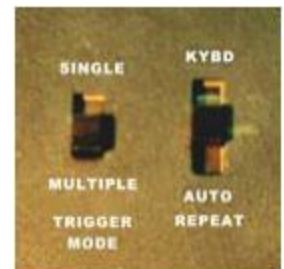

Figura 13-8: El modo de disparo y los interruptores de repetición.
- Cuando este interruptor de tres posiciones (**Figura 13-8**) está en la posición central, el teclado emitirá una señal de disparo, que es lo que se espera de él normalmente.